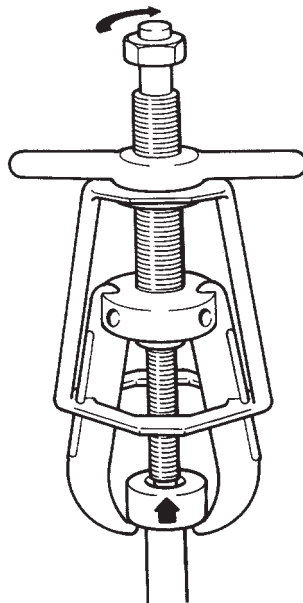

Figure 4
6. S'assurer que le centre de l'extracteur est aligné sur celui de l'arbre de la pièce à extraire. Avec des outils à main exclusivement, serrer le boulon central pour dégager la pièce de son arbre. (Voir la figure 4.)